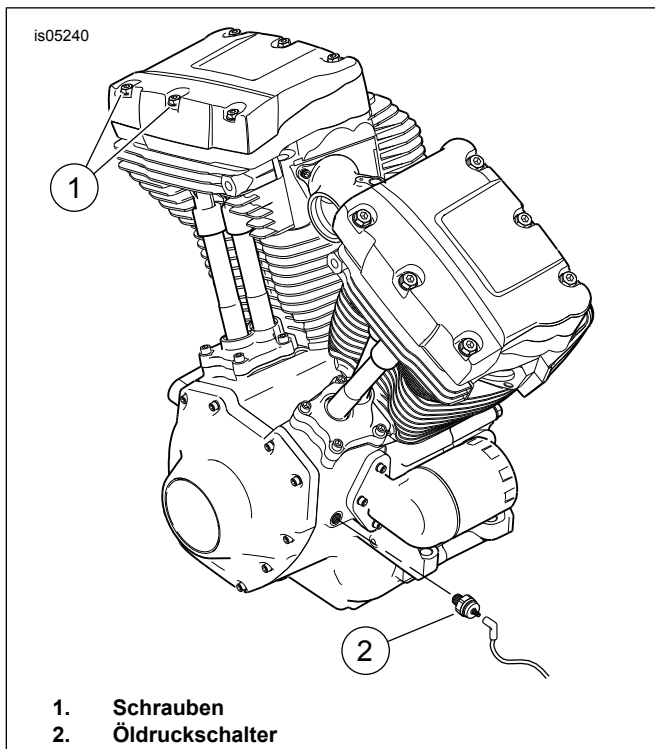

Abbildung 2. Einbauort der Anzeige
2. Siehe Abbildung 2. Den Öldruckschalter (2) aus dem Kurbelwellengehäuse ausbauen und zum späteren Wiedereinbau beiseite legen. Eventuell muss zum Ausbauen des Öldruckschalters ein 15/16-in-Hahnenfußschlüssel (Snap-On FC30B) verwendet werden. Die beiden hinteren, rechtsseitigen Kipphebelgehäuseschrauben (1) ausbauen. Die Befestigungshalterung der Baugruppe Öldruckanzeige über den Löchern des hinteren Kipphebelgehäuses platzieren und die Kipphebelgehäuseschrauben wieder anbringen, um die Baugruppe zu fixieren. Die Schrauben auf ein Drehmoment von 14–19 N·m (10–14 ft-lbs) anziehen.